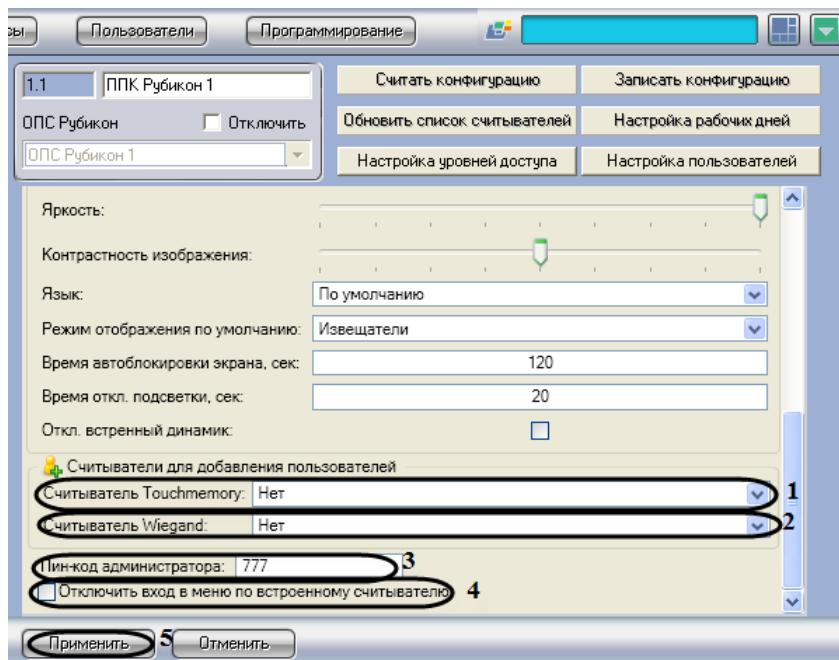

Рис. 3.3—4 Настройка считывателей для добавления пользователей
1. Перейти на панель настроек объекта **ППК Рубикон** (Рис. 3.3—4).
2. Из раскрывающегося списка **Считыватель Touchmemory**: необходимо выбрать считыватель, с которого будут присваиваться новые идентификаторы бесконтактных карт Touchmemory (см. Рис. 3.3—4, 1).
3. Из раскрывающегося списка **Считыватель Wiegand**: необходимо выбрать считыватель, с которого будут присваиваться новые идентификаторы бесконтактных карт Wiegand 26 (см. Рис. 3.3—4, 2).
4. В поле **Пин-код администратора**: необходимо ввести пин-код администратора, которому предоставляется полный доступ для работы с меню дисплея (см. Рис. 3.3—4, 3).